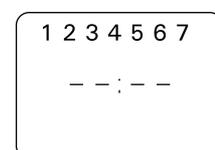

Figure 7.
- appuyez une fois sur le bouton de programmation [Ch], l'écran est identique à l'illustration. (Fig. 7)